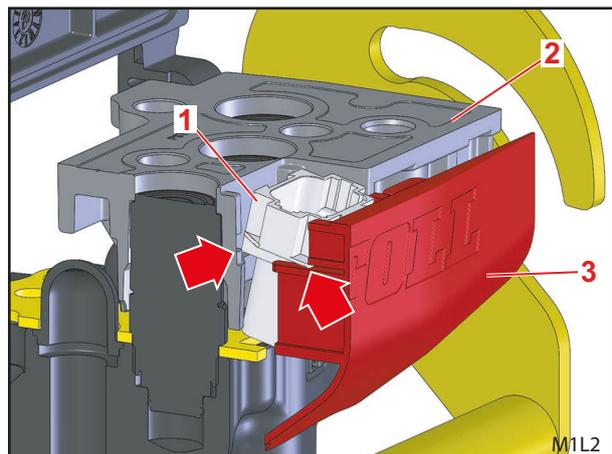

Abb. 10 Hydro-Fix-Unterteil anbauen – Elektrik-Steckverbinder und Abdeckung
- (6) Hydro-Fix-Unterteil auf Ventil schieben (nicht ganz bis unten).
- (7) Elektrik-Steckverbinder leicht schräg stellen, sodass er beim Zusammenführen der Abdeckung und des Hydro-Fix-Oberteils in Führungen und Auflagen gleitet (siehe Pfeile in Abb. 10).
- (8) Abdeckung ganz einschieben und Hydro-Fix-Unterteil gleichzeitig vorsichtig nach unten drücken.
- (9) Hydro-Fix-Unterteil mit 5 Schrauben M8x45 befestigen.